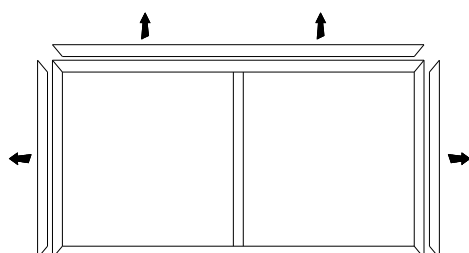

Bild 1
1. Seitliche und obere Rahmentteile auseinander nehmen (Schrauben lösen, siehe Bild 1).